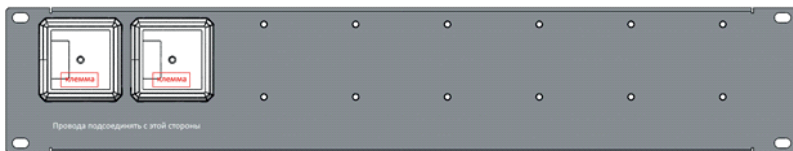

Рисунок 2
2.2 Изоляторы шлейфа ИЗ-1-R3 установлены на панели SBP при помощи шайб и гаек M4 (рисунок 2).